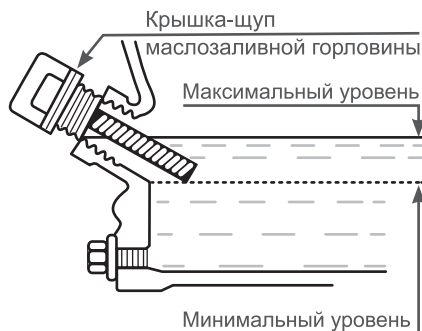

Рис.4 Уровень масла в картере
3. Аккуратно вытащите щуп и осмотрите его. Уровень масла должен соответствовать верхней отметке на щупе. При недостаточном уровне масла в картере (Рис. 4) необходимо долить чистое масло до верхней отметки на щупе (что соответствует нижней кромке заливного отверстия).
Максимальный уровень масла в картере соответствует нижней кромке маслосазливной горловины (Рис. 4).